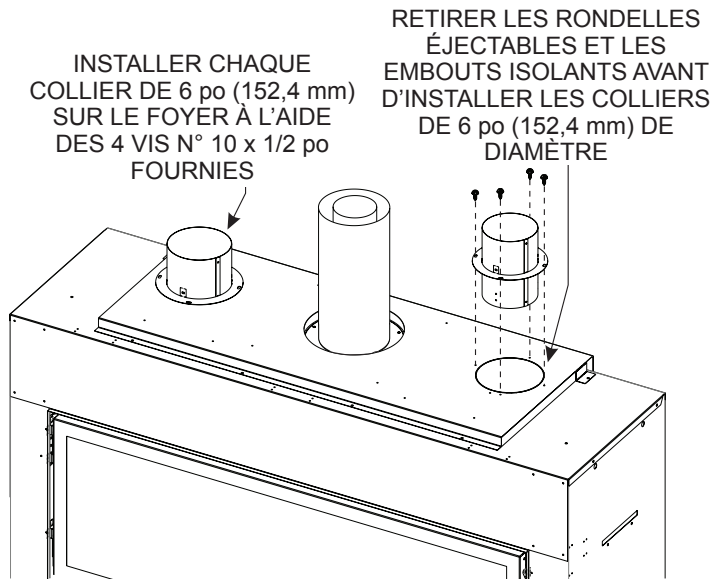

Figure 10
Après le retrait des embouts isolants, retirer également les rondelles métalliques éjectables supplémentaires de l'écran thermique interne à l'aide d'un tournevis standard et/ou de cisailles à métaux. **Voir Figure 10.**
10. Installer les colliers initiaux (de l'étape 7) sur le foyer. Insérer les colliers dans les trous d'évacuation sur le sommet du foyer en s'assurant que le bas des colliers touche l'écran thermique interne, puis visser 4 vis n° 10 x 1/2 po pour fixer chaque collier. **Voir Figure 10.**